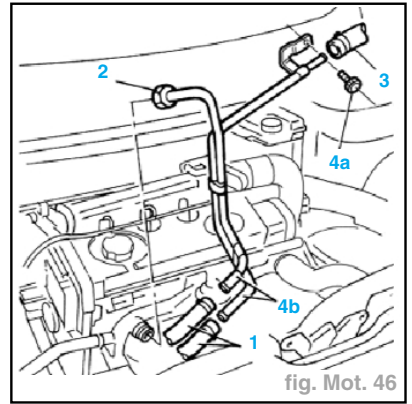

fig. Mot. 46
- Détacher les tuyaux en caoutchouc (1) de l'échangeur de refroidissement d'huile (fig. Mot. 46).
- Détacher du tuyau rigide d'amenée de liquide de refroidissement moteur à la pompe à eau, le tuyau de sortie (2) de liquide provenant de l'échangeur refroidissement d'huile moteur.
- Détacher du tuyau rigide la durit (3) d'amenée liquide à l'échangeur refroidissement d'huile moteur.